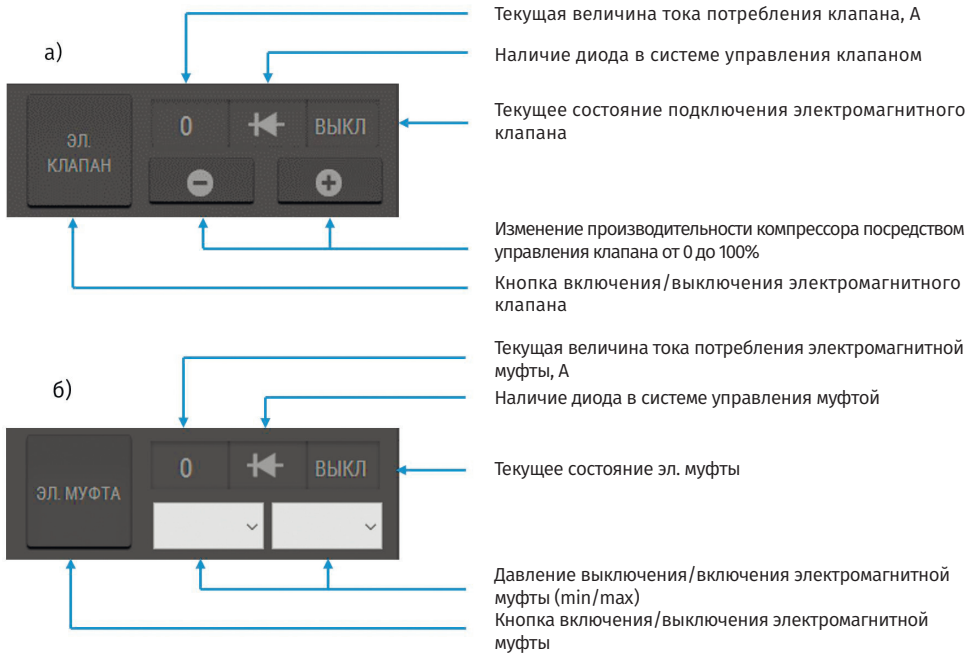

Рис. 7 – Меню параметров электромагнитного клапана управления (а) и электромагнитной муфты (б)
4. Меню управления электромагнитным клапаном компрессора автокондиционера (см. Рис. 7, а). Возможны следующие состояния электромагнитного клапана:
5. Меню управления электромагнитной муфтой компрессора автокондиционера (см. Рис. 7, б). В случае если в компрессоре или в электромагнитной муфте установлен ограничительный диод, – индикатор будет красного цвета. Возможны следующие состояния электромагнитного клапана: